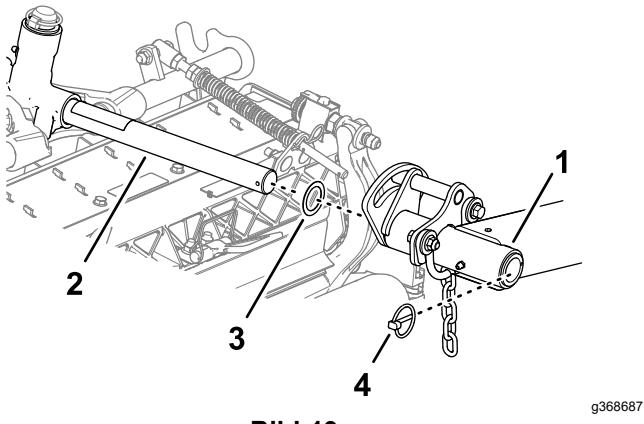

Bild 19
3. Schieben Sie ein Mähwerk unter den Hubarm (Bild 19).